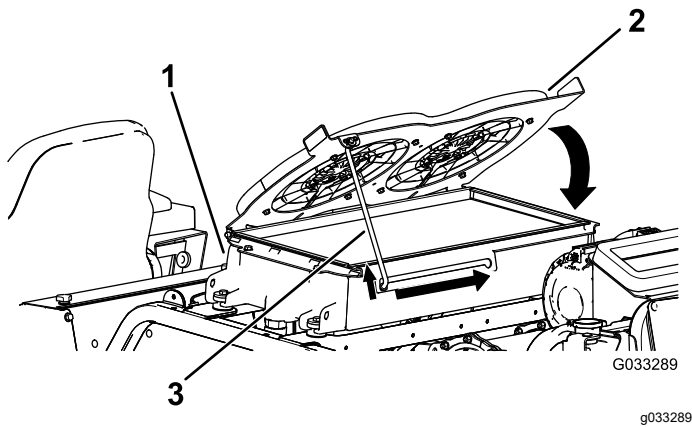

Bild 120
4. Drehen Sie die Hydraulikkühlventilatoren nach unten und arretieren Sie die Stützstange in der Kerbe (Bild 120).